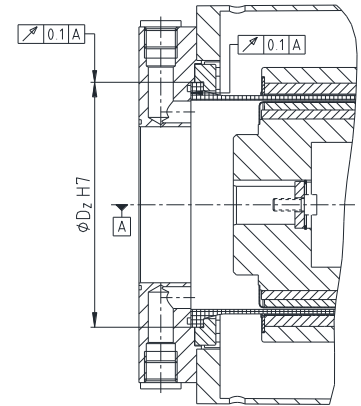

Bild 6: Tolerierung abtriebsseitiger Anschlussteile
- Bei der Herstellung der Pumpenwelle und der Adapterplatte für den Spalttopf sind die Rund- bzw. Planlaufgenauigkeiten (siehe Bild 6) einzuhalten.